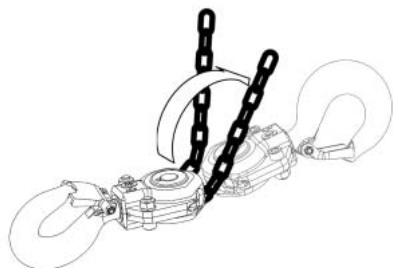

図12
(35) ロードチェーンの掛け数が2本以上の場合は、下フックがロードチェーンの間をくぐってトンボ返りした異常状態になっていないか確認してください。図12
(36) 本体・ロードチェーンに砂などがたい積しないように常に清掃してください。
(37) 作業に対し揚程が十分であることを確認してください。
(38) ロードチェーンに油が付いているか確認してください。
(39) 手鎖を拘束しないでください。（自然な状態を保つ）